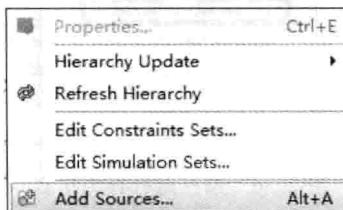

图 2.39 添加约束文件选项
(1) 在 Vivado 源文件窗口下,单击右键,如图 2.39 所示,出现浮动菜单。选择 Add Sources...,或者 Edit Constraints Sets... (当选择该选项的时候,跳过下面第 2 步的对话框界面,直接进入第 3 步)。